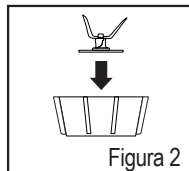

Figura 2
3. Coloque la cuchilla en la parte inferior enroscable (Figura 2).